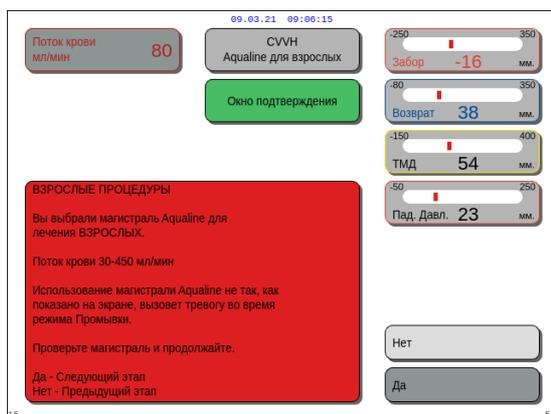

Рис. 36
- ▶ В зависимости от типа выбранного комплекта магистралей отобразится указанное далее *Окно подтверждения*: см. рис. 36 или 37.